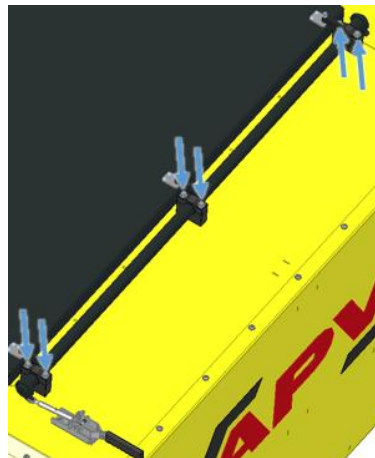

Figura 6
- Los tres cojinetes de plástico del eje se abren (véase Figura 6).